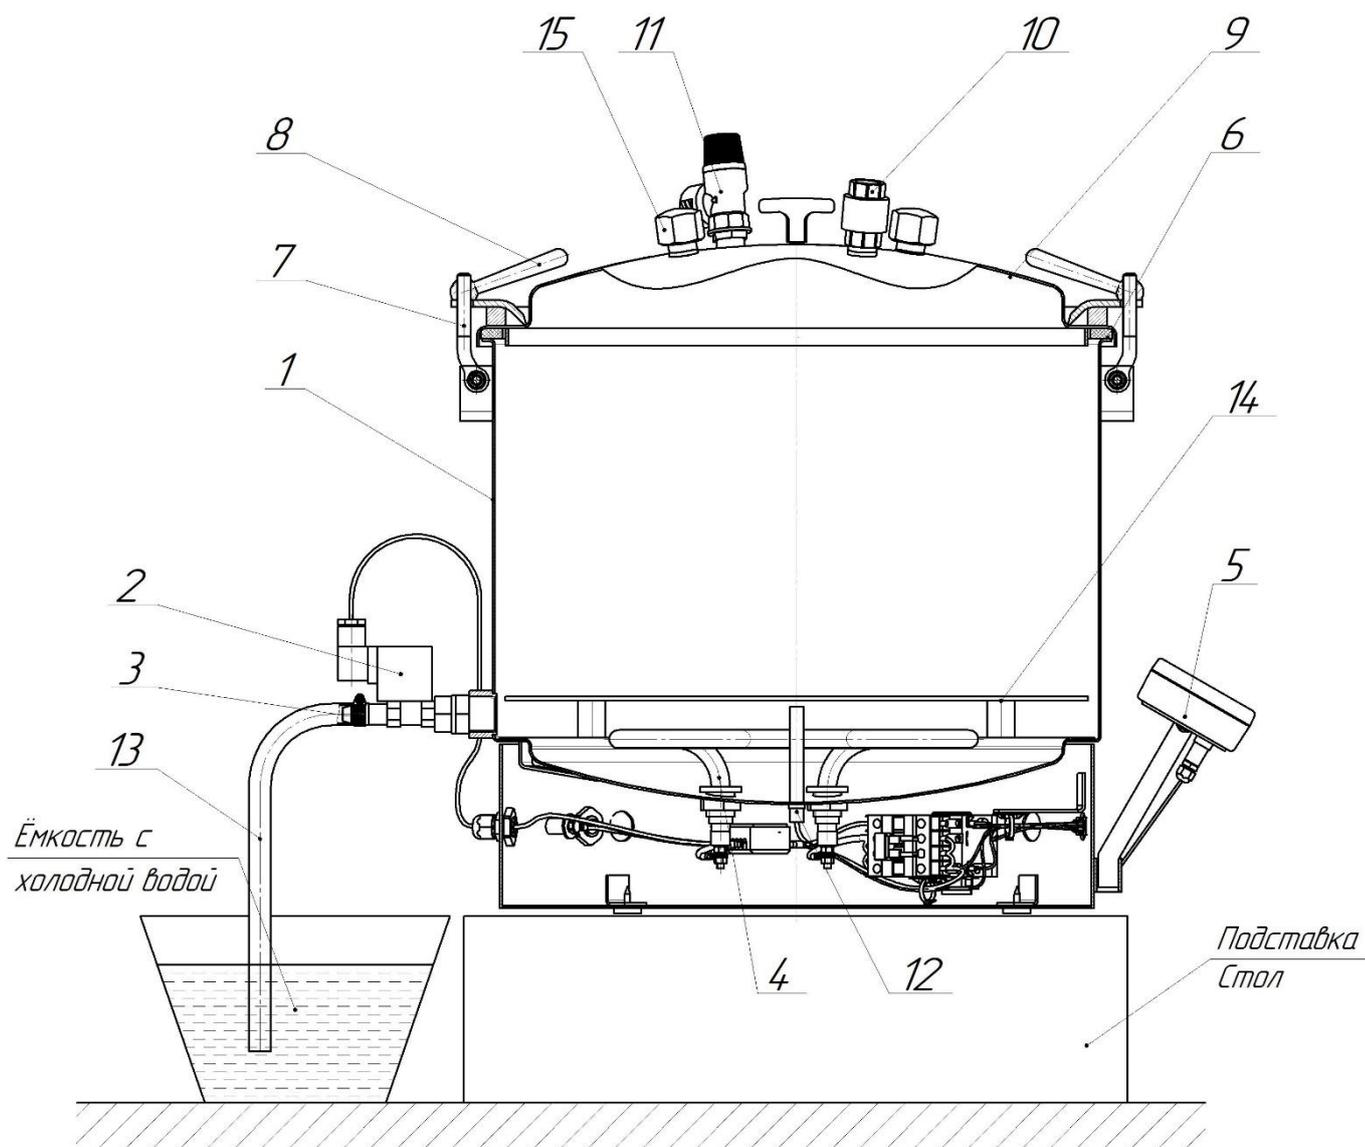

Рис. 1. Автоклав в сборе
Основные составляющие части автоклава показаны на рис. 1
- 1) С внешней стороны крышки поз. 9 (рис.1) с двух штуцеров поз. 19 (рис.1) открутить гайки колпачковые. К одному штуцеру подключить холодную сетевую воду используя подводку гибкую с внутренней резьбой ½ дюйма. Ко второму штуцеру подключить проводку гибкую с внутренней резьбой ½ дюйма для отвода нагретой воды в канализацию или иную емкость.
установлен обратный клапан поз. 10 (рис. 1). Конструкцией автоклава предусмотрена возможность принудительного охлаждения содержимого автоклава, используя теплообменник. Подробное описание работы автоклава см. в разделе «Использование автоклава по назначению».
Для защиты от брызг и пара при сливе воды с температурой свыше 100 °С, конец шланга слива 13 (рис.1) опустить в ведро (или другую ёмкость) с небольшим количеством холодной воды (водяной затвор) и закрепить его (например, привязав шланг к ручке ведра), иначе возможны хаотичные движения шланга с выбросом пара и горячей воды во все стороны в первые минуты слива воды.
- не вывинчивать ручки зажима крышки 8 (рис. 1) автоклава;
- при необходимости сбросить давление в автоклаве, повернув головку предохранительного клапана 10 (рис.1), до полного прекращения выхода пара (для предотвращения попадания пара на руку одеть защитную перчатку);
- вывинтить ручки 8 (рис. 1), отбросить болты 7 и снять крышку 9;
Установить автоклав на подставку (рис.1). Закрепить ЭБУ поз.5 (рис.1) на корпусе поз.1(рис.1) автоклава и соединить разъём шлейфа на ЭБУ с ответной частью разъёма на корпусе.
Проверить затяжку заглушки с прокладкой 15 (рис. 1).
Налить в корпус поз. 1 (рис.1) воду, при этом уровень воды должен быть на 1-2 см выше установленных банок, кассет или корзины. Для повышения качества консервируемых продуктов и сокращения времени нагрева рекомендуется наливать воду в автоклав с температурой 60⁰ С.